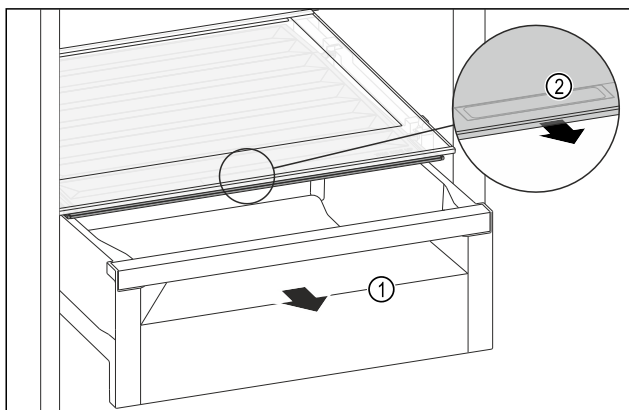

Fig. 110
- ▶ Zásuvku Fig. 110 (1) vytáhněte.
- ▶ Uchopte prohlubeň pro rukojeť Fig. 110 (2) na víku zásuvky a současně zatáhněte za víko zásuvky směrem dopředu.